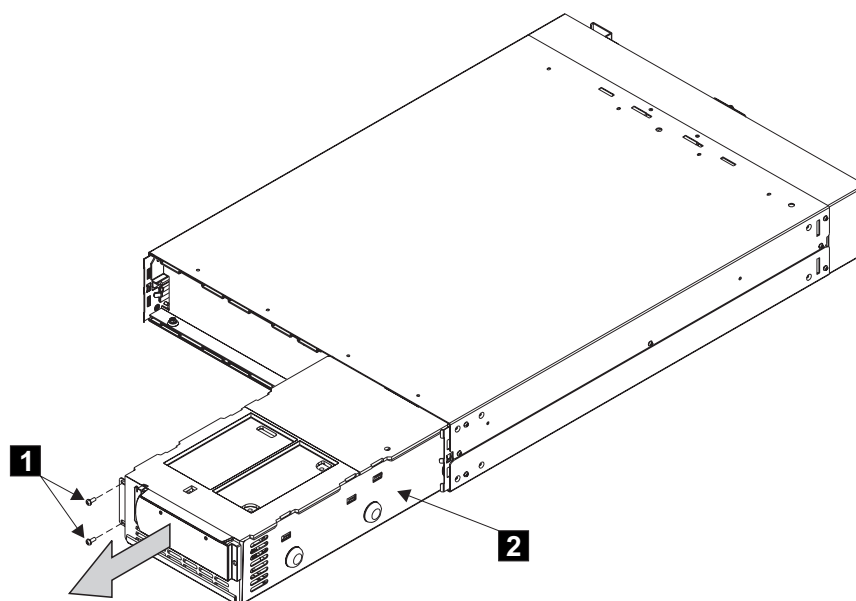

図 217. 2145 UPS からの電子装置の取り外し
4. 2 つのねじを外します。図 217 の **1** を参照してください。